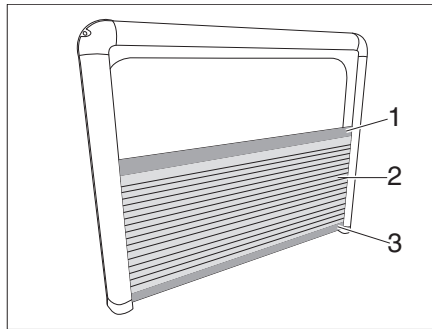

Bild 76 Rullgardin, plissererad
- Dra upp mörkläggningsgardinen (Bild 76,2) i den övre listen (Bild 76,1) och skjut den undre listen (Bild 76,3) neråt.
- Skjut övre listen (Bild 76,1) neråt. Det öppnade fönstret skyddas av insekts-skydds nätet.
- Skjut undre listen (Bild 76,3) uppåt. Det öppnade fönstret skyddas inte av insektsskydds nätet.